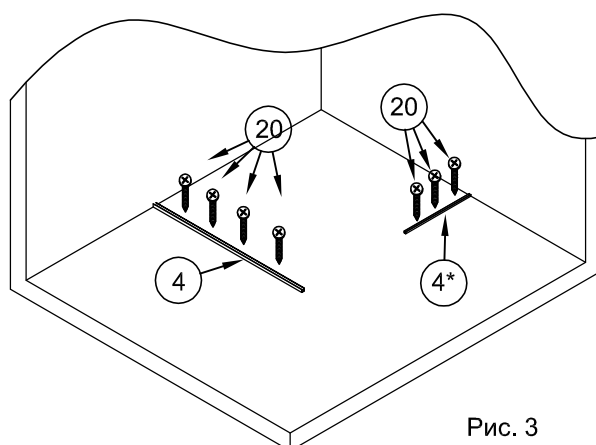

Рис. 3
1.5. Установить профили №4 и №4* на соответствующие места пола. Вставить в отверстия шурупы №20 и вкрутить их отверткой, закрепив профили в положенных местах на полу (рис.3).